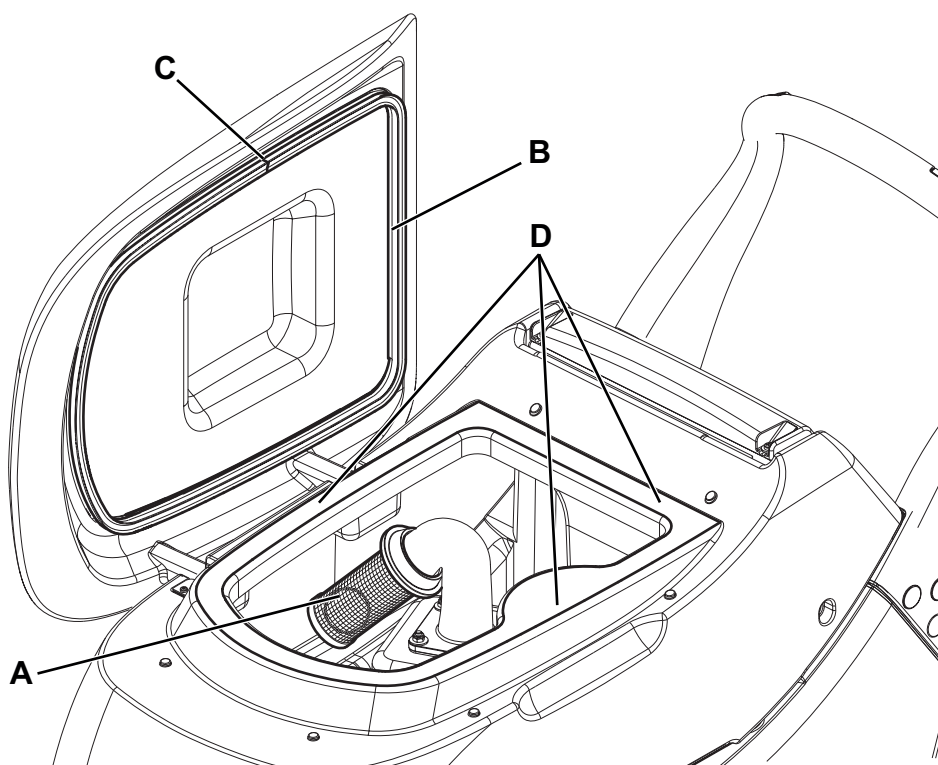

Abbildung 6
3. Das Wasser aus den Tanks (15 und 16) durch das Ansaugrohr (11) und den Schlauch (12) ablassen.
4. Den Deckel (17) öffnen und den Deckel, die Tanks und das Ansauggitter (30) mit Frischwasser reinigen und waschen.
5. Falls erforderlich, das Gitter (A, Abb. 6) aushaken, sorgfältig reinigen und wieder installieren.
6. Auf die Unversehrtheit der Deckeldichtung (B) des Schmutzwassertanks prüfen.